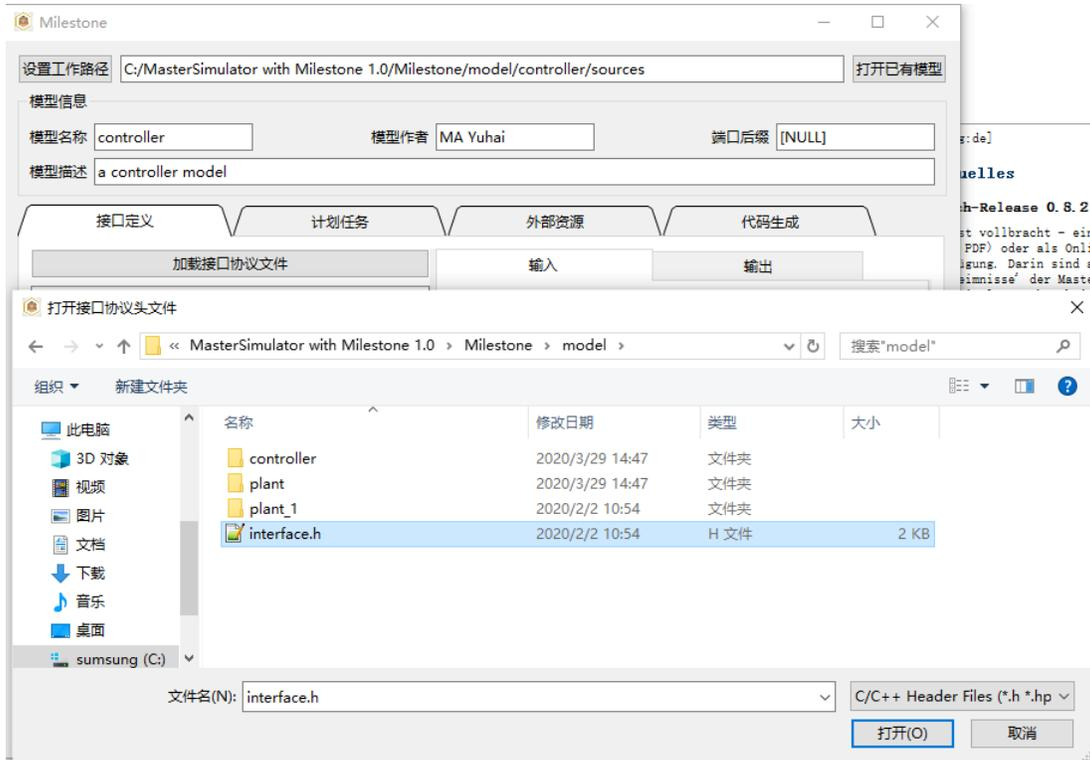

图 4.3: 加载接口协议文件
- 点击“加载接口协议文件”按钮，打开系统的文件选择对话框，拾取 `interface.h` 全局接口头文件，如图 4.3。